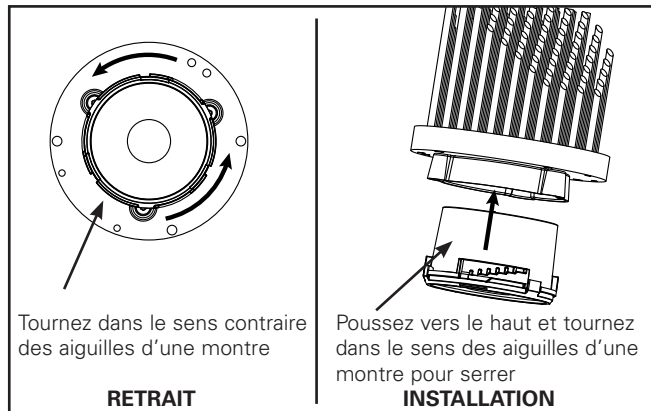

Figure 5
1. Tournez doucement l'optique dans le sens contraire des aiguilles d'une montre pour la retirer. Pour la réinstaller, poussez l'optique et tournez-la doucement dans le sens des aiguilles d'une montre jusqu'à ce qu'elle s'enclenche (clic) (consultez la Figure 5).